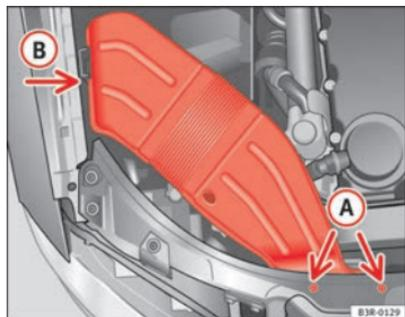

Fig. 188 Condutas de ventilação no lado direito do veículo
- Desenrosque os parafusos **A** ⇒ fig. 188.